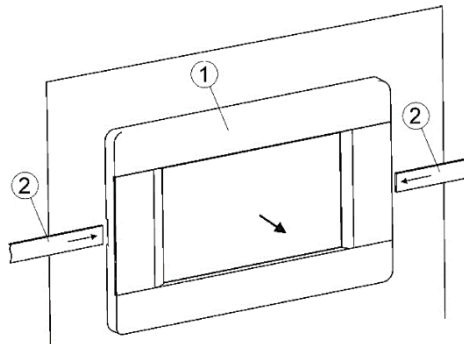

Abbildung 12: Abnehmen des Bedienfelds
Zum Auswechseln der Schalttafel (1) muss die Tafel von der Kesseltürabdeckung entfernt werden, indem geeignete flache Gegenstände (2) in die in Abbildung 12 gezeigten Schlitz eingebracht werden. Dadurch lösen sich die Blendenanschlüsse und die Blende kann entfernt werden.